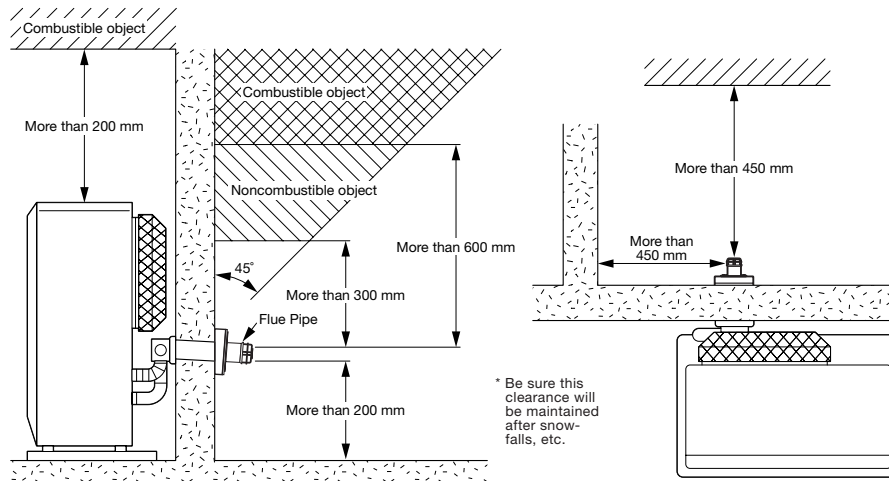

Abb. 2
1. Lufteinlass und -auslass des Abgasrohrs müssen gänzlich nach außen zeigen. Das Abgasrohr darf nicht in einen Schornstein, eine Garage, Keller, Unterboden oder Deckenkonstruktion abgeleitet werden oder einen anderen geschlossenen Bereich und darf nicht vertikal installiert werden, da das Abgasrohr ein „Wärmetauscher“ ist, wobei es zu Bildung von Kondenswasser kommt, was nach außen abgeleitet werden muss (siehe Abb. 2, Seite 45).
2. Montage des Abgasrohrs (siehe Abb. 2 und 3, Seite 45.) Bitte beachten Sie, dass Volumen und Temperatur der warmen Abgase, die über das Abgasrohr nach außen abgegeben werden, minimal sind und normalerweise nicht problematisch sind.
2. Der äußere Bereich zur Abgasableitung muss frei sein und es dürfen sich in diesem Bereich keine Objekte befinden, die Schaden nehmen könnten durch heiße Abgase (siehe Abb. 2 und 3.) Das Abgasrohr (wie in Abb. 2) eignet sich für Wände mit einem Durchmesser zwischen 130 mm bis 320 mm